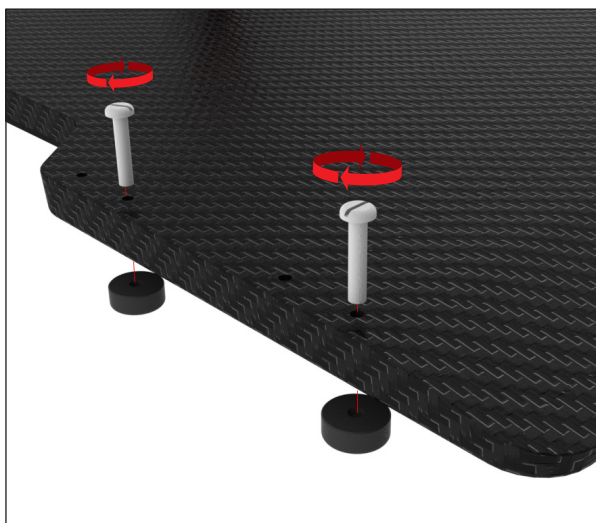

Fig. 18
2. Montera de återstående två positioneringsskivorna på motsatt sida som de första två skivorna, i motsvarande hål, med ¼-20 x 1 ¼-tums skruvar (en för varje) (Fig. 18).